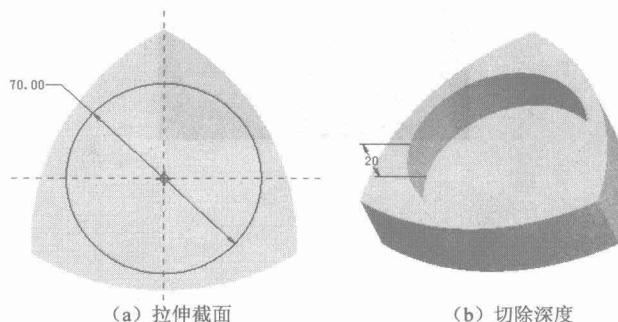

图1-4
3. 选择实体顶面为草绘平面绘制如图 1-4 (b) 所示圆形拉伸切除，拉伸截面如图 1-4 (a) 所示。